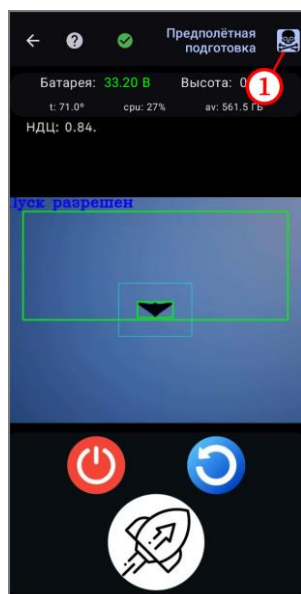

Рисунок 49
- нажать на кнопку принудительной самоликвидации  (рисунок 49, шаг 1);